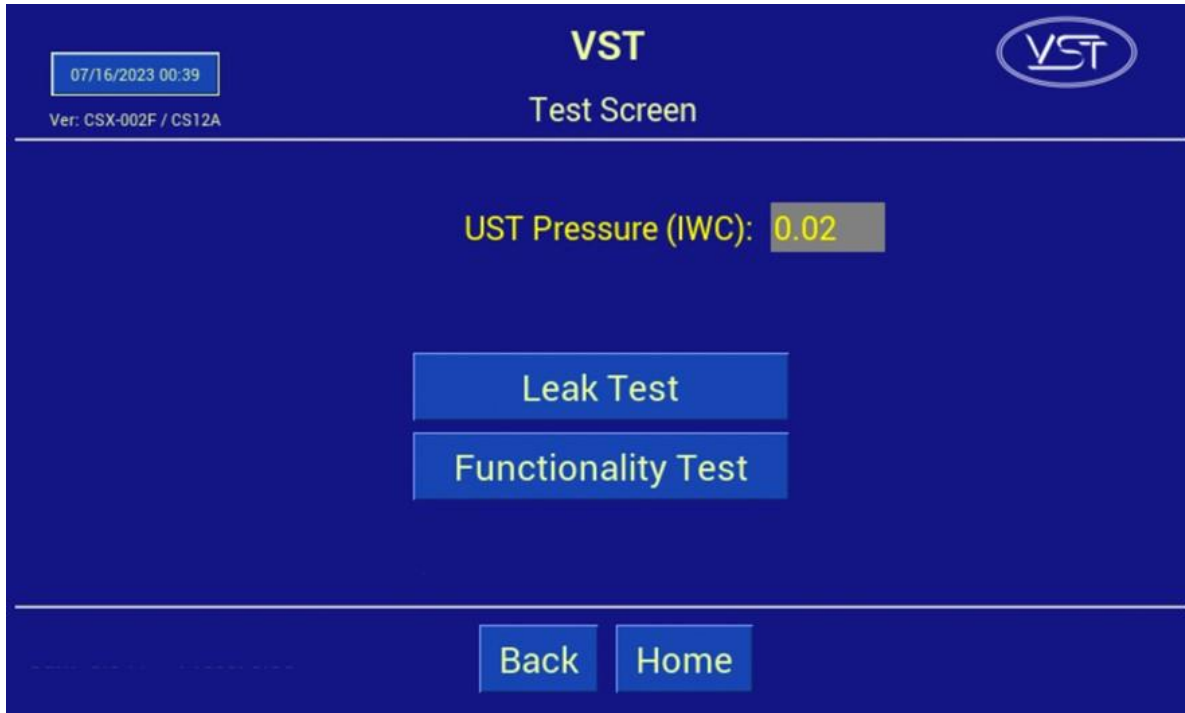

Figura 6-7: Pantalla de pruebas
2. Para comenzar la prueba de funcionamiento, presione el botón “Start” (inicio). **Vea la Figura 6-7.**